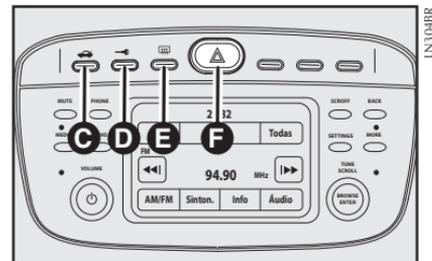

fig. 60
**E - Desembaçador do vidro traseiro fig. 60** - Botão com indicação de função ativada para ligar/desligar o desembaçador do vidro traseiro.
**F - Luzes de emergência** - Botão com indicação de função para ligar e desligar as luzes de emergência. Acendem-se apertando levemente o botão **F-fig. 60**, independente da posição da chave de ignição. Com o dispositivo ligado, o símbolo sobre o interruptor **F** e o indicador  $\curvearrowright \curvearrowleft$ , no quadro de instrumentos iluminam-se de modo intermitente.